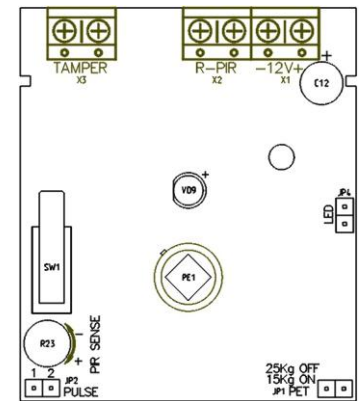

Рис. 2. Внешний вид платы извещателя
На плате обозначены (см. рисунок 2): X1 (-12V+) – клеммы подключения напряжения питания; X2 (RELAY) – клеммы подключения шлейфа сигнализации; X3 (TAMPER) – клеммы подключения тамперного шлейфа;
- подключить провода к клеммам подключения в соответствии с их назначением (см. рисунок 2);
- убедиться в наличии установленной на плате перемычки JP4 (LED) (см. рисунок 2);
Для регулировки дальности обнаружения извещателя используется потенциометр R23 (см. рисунок 2).